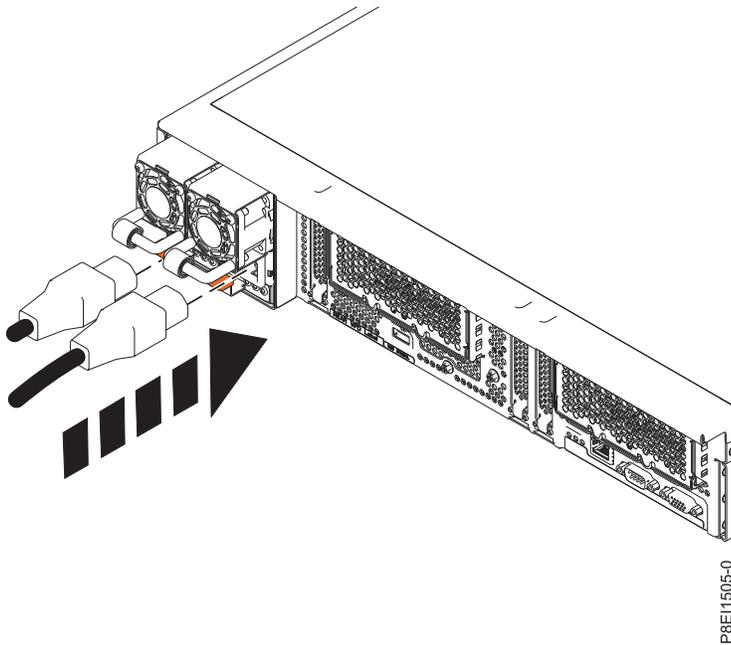

Figure 72. Connexion des cordons d'alimentation au système 8335-GTA ou 8335-GCA
2. A l'aide des étiquettes, reconnectez les cordons d'alimentation à l'unité centrale. Voir la figure 72, à la page 110.